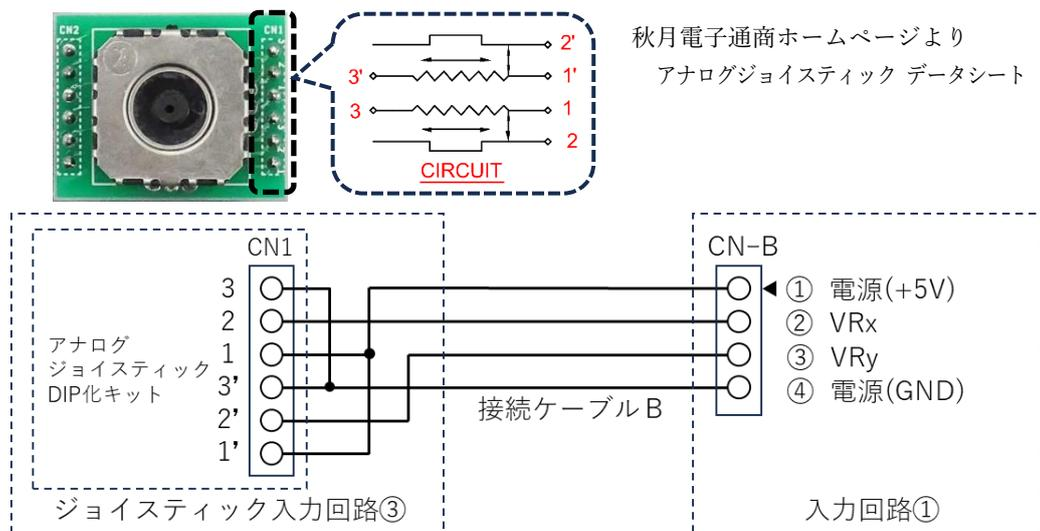

図2 ジョイスティック回路③と入力回路①との接続
(3) ジョイスティック入力回路③
- (a) アナログジョイスティック DIP 化キット (販売：秋月電子通商、通販コード 110263) を使用して競技者が作成し、入力回路①との接続ケーブルBとともに持参する。
- (b) ジョイスティック入力回路③の配線は図2を参考にし、接続ケーブルBにより入力回路①のコネクタ CN-B に接続できるようにする。ジョイスティック回路③の完成例を【資料6】に示す。緑色基板のシルク印刷文字が正しく読める向きで使用する。